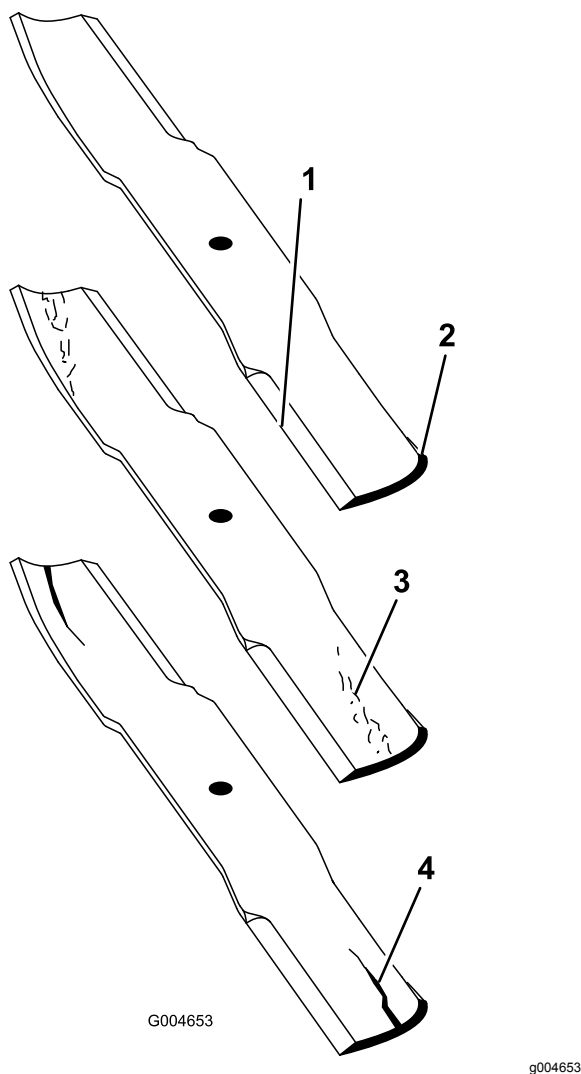

Figura 130
2. Examine cuidadosamente as extremidades da lâmina, prestando especial atenção à zona onde se encontram as partes curvas e planas da lâmina (Figura 130).
Nota: A areia e os materiais abrasivos podem desgastar o metal entre as partes plana e curva da lâmina; por isso, verifique a lâmina antes de utilizar a máquina. Se der conta de desgaste (Figura 130), substitua a lâmina.